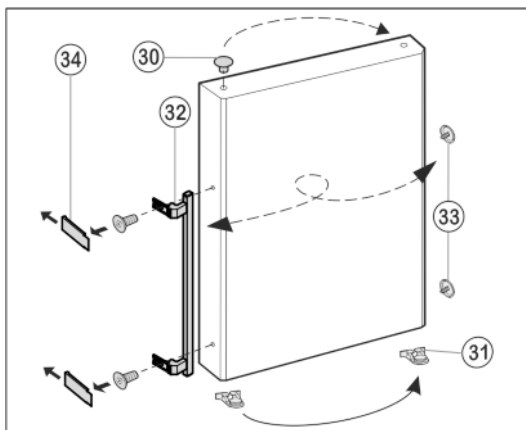

Fig. 11
- Zátka *Fig. 11 (30)* vyjměte z pouzdra ložisek dveří a přemístěte je.
- Madlo dveří *Fig. 11 (32)*, zátka *Fig. 11 (33)* a krycí destičky* *Fig. 11 (34)* odmontujte a přemontujte na protější stranu.